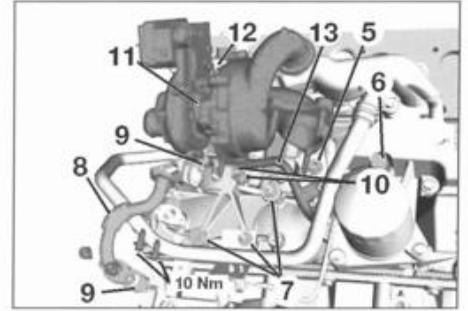

FIG. 35
- Desmontar la tuerca (5) de fijación del tubo de alimentación de aceite de turbocompresor (fig. 35).
- el perno banjo (6) del tubo de alimentación de aceite de turbocompresor.
- los tornillos y tuercas de fijación (7) del soporte de turbocompresor.
- Desmontar el tubo de retorno de aceite (8) de turbocompresor.
- Recuperar las juntas del tubo (9) de retorno de aceite.
- los tornillos de fijación (10) del turbocompresor en el soporte.
- el turbocompresor (11)
- Aflojar el rácor banjo (12) del tubo de alimentación de aceite en el turbocompresor.
- Separar el tubo de alimentación de aceite (13) del turbocompresor.